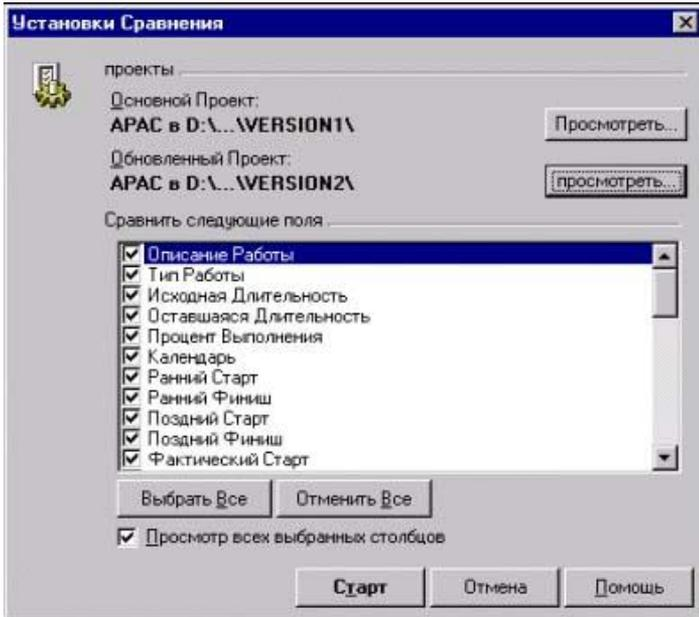

Рис. 5.14. Вибір полів для порівняння
1) **Primaplan Project Investigator** порівнює близько тисячі робіт, перевіряючи при цьому опис роботи, початкові та залишкові тривалості, дати фактичного старту і фінішу, поля користувача даних, коди, залежність та інші поля даних. При цьому **Primaplan Project Investigator** виявляє додані й вилучені роботи, залежності, зміни в ресурсних даних і рядках журналу роботи (рис. 5.14).